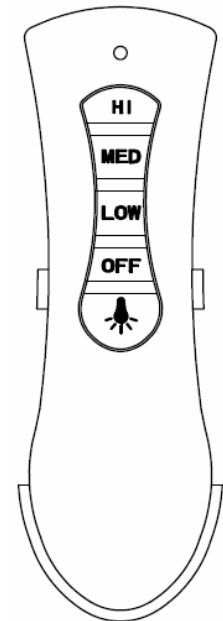

Abb. 15b
3. Setzen Sie die Fernbedienung in die Halterung. (Abb. 15b)